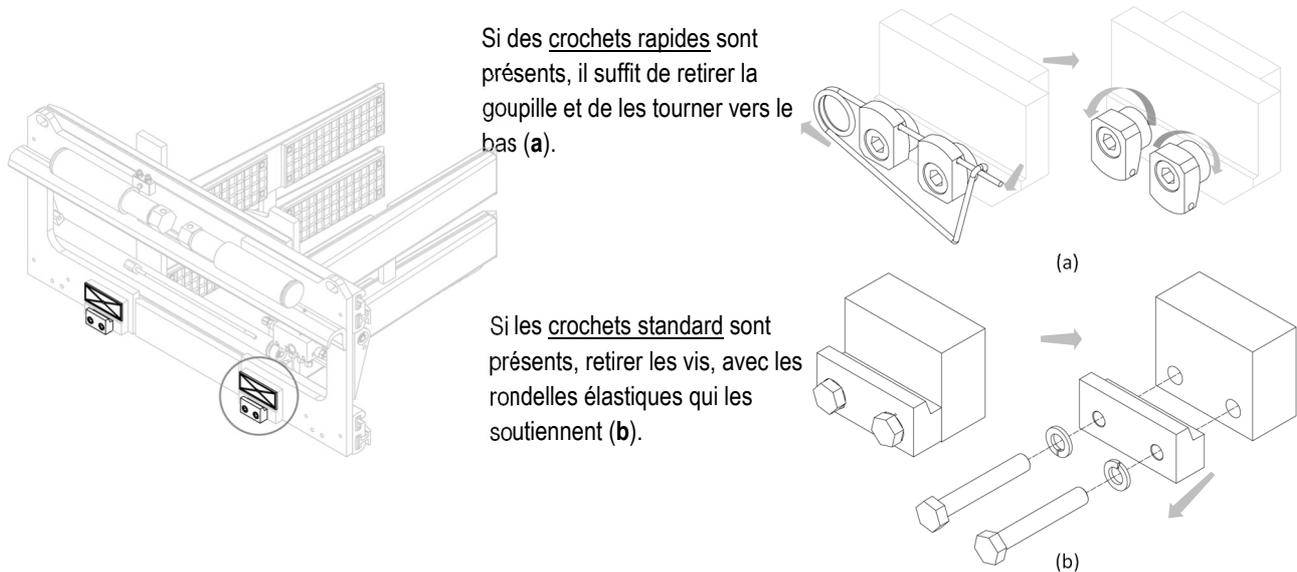

Figure 6
5. Retirer les crochets inférieurs de l'équipement et graisser les patins de guidage (voir Figure 6).